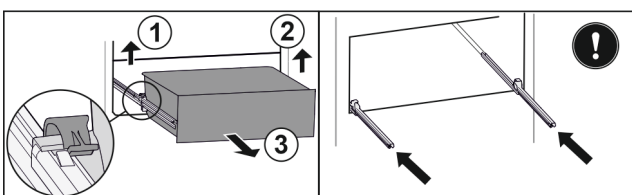

Fig. 96
- ▶ Sollevare il morsetto sinistro e allo stesso tempo tirare in avanti il cassetto sinistro. Fig. 96 (1)
- ▶ Sollevare il morsetto destro e allo stesso tempo tirare in avanti il cassetto destro. Fig. 96 (2)
- ▶ Rimuovere il cassetto tirandolo in avanti. Fig. 96 (3)